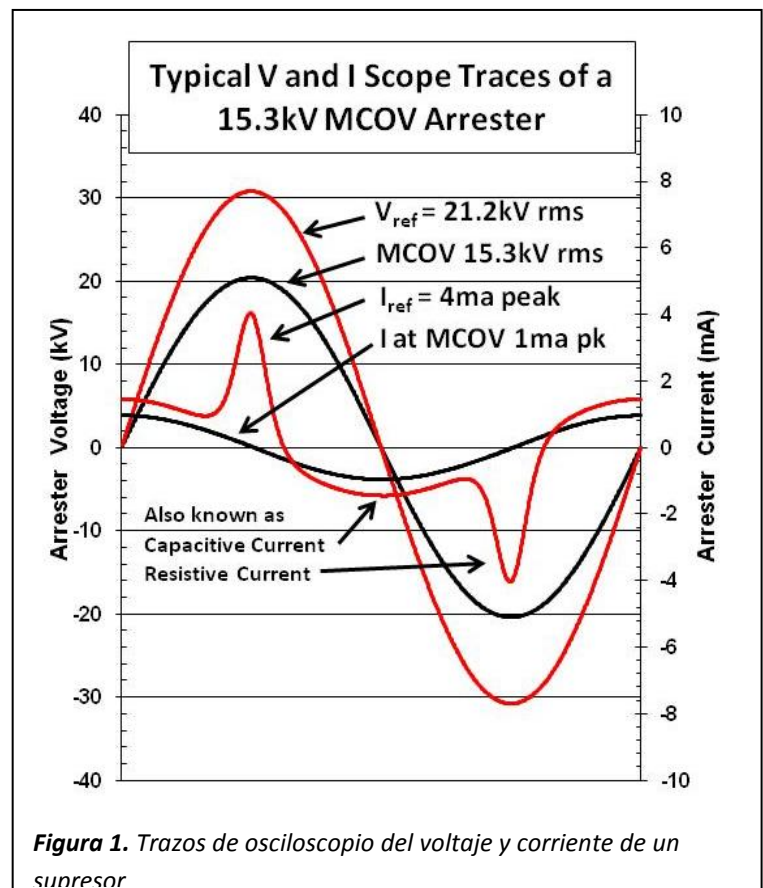

Figura 1. Trazos de osciloscopio del voltaje y corriente de un supresor
4. **V_{ref}-I_{ref}:** La región V_{ref} se encuentra justo por encima de la knee of the curve. Esta es también la región de conducción donde hay más flujo de corriente a través de las fibras de óxido de zinc y uniones que a través de los recorridos de conducción de corriente de fuga. Aquí la corriente resistiva domina el flujo de corriente y el flujo de corriente capacitiva no está dominandola. En la Figura 1 aparece una mejor visión de las corrientes resistiva y capacitiva. Esta región no se ha fijado en un nivel de corriente específica, para permitir al fabricante escoger el nivel de corriente que mejor se adapte a su diseño. La tensión en esta región cambia muy poco con grandes cambios de corriente. Aquí es donde el comportamiento no lineal del varistor se vuelve evidente. En esta región de la curva VI, el varistor se está disipando una potencia considerable y no se considera una operación a largo plazo.